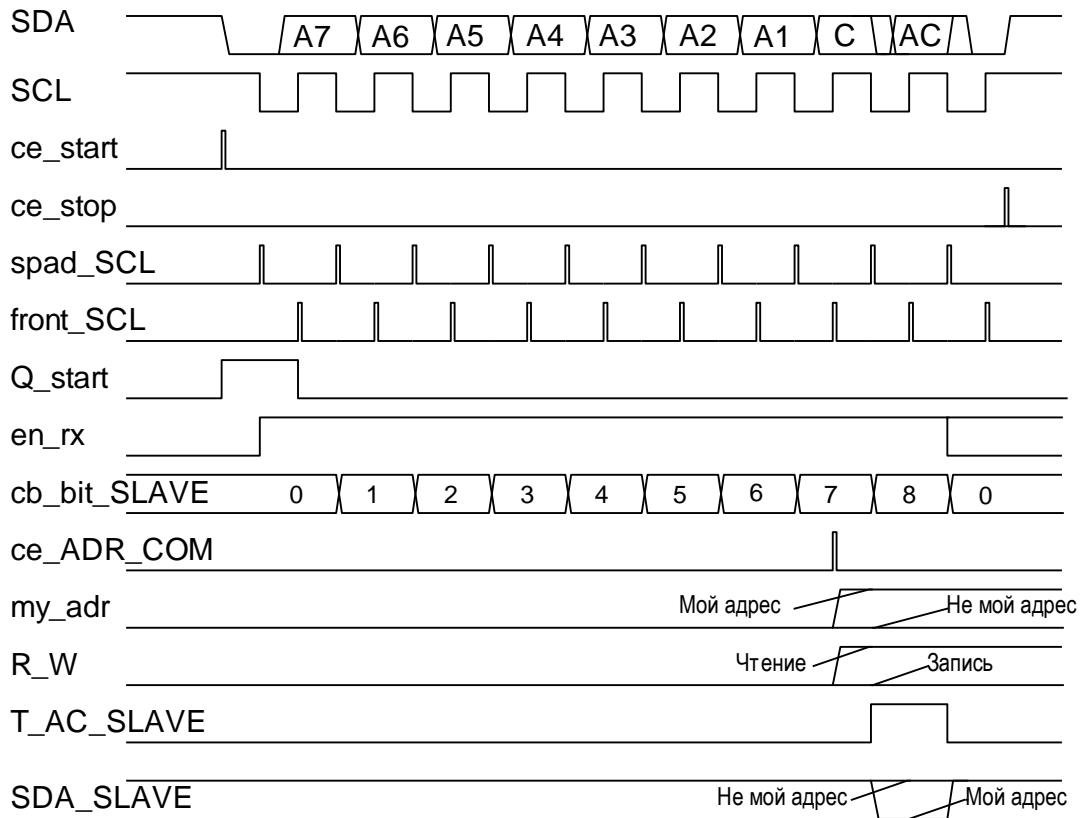

Рис.7 Временные диаграммы ведомого (SLAVE_I2C)
На рис.7 приведены временные диаграммы сигналов ведомого на интервале первого байта
- 4.3 Начертить в тетради временные диаграммы модуля SLAVE_I2C (рис.7).